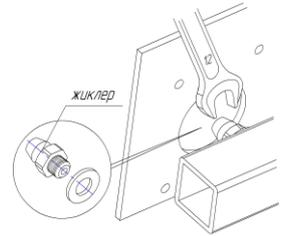

Рис.1 Замена жиклеров основной горелки
- заменить все жиклеры основных горелок (Рис.1), проверив соответствие маркировки на жиклерах диаметрам, указанным в таблице №1 и №2;